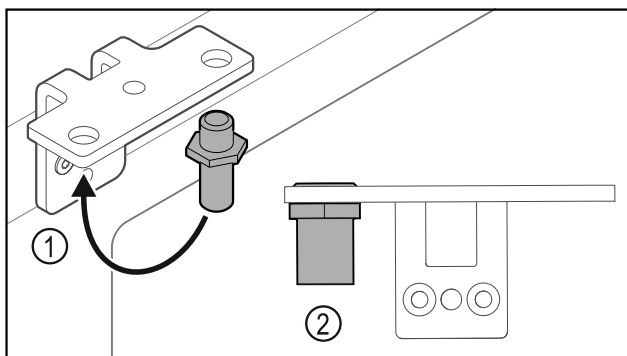

Fig. 32
- ▶ Premjestite svornjake Fig. 32 (1) u kutnim šarkama.
- ▶ Pritegnite svornjake Fig. 32 (2) **okretnim momentom od 12 Nm.**